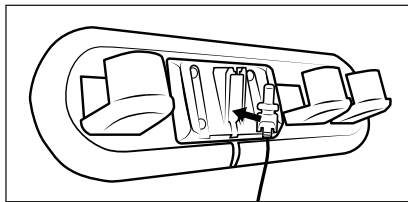

Fig. 4
- 1) Tag vægholderen **17** ud af tilbehørsholderen **16**. Sæt hulstikket **10** til netadapteren **9** ind i vægholderen **17** som vist på det efterfølgende billede. Fastgør hulstikket **10** ved at dreje det (se fig. 4).